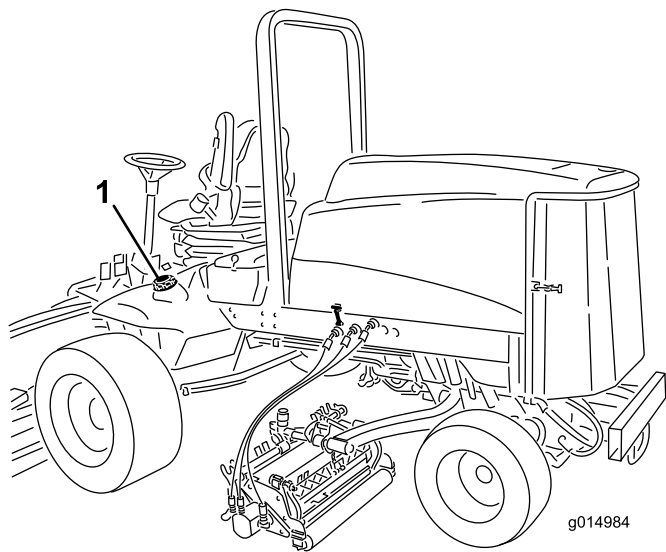

Figura 35
1. Retire el tapón del depósito de combustible (Figura 35).